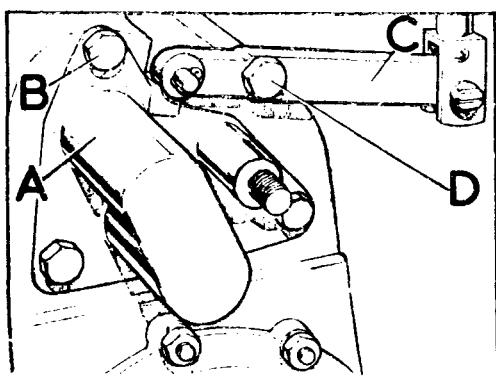

Fig. C1-51 Mandos de las barras correderas
- 1.1.1. Desmontar la palanca transversal, C, (Fig. C1-51) para la tracción total y separar el guardapolvos A, de las barras correderas, sujetas por los tornillos, B.